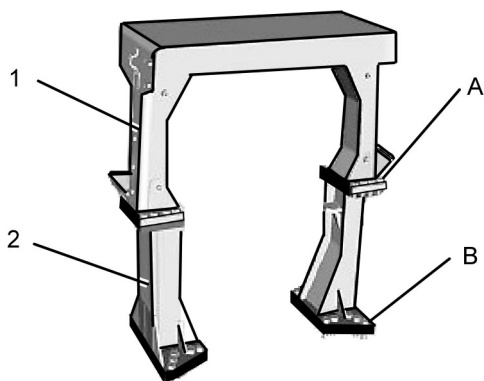

Ilustración 294
**Nota:** La estructura ROPS consta típicamente de los siguientes componentes: Conjunto de la estructura ROPS (1) (techo) con pernos de montaje superior(A) y Conjunto de soporte de la estructura ROPS (2) con pernos de montaje inferior (B). Vea la Ilustración 294.